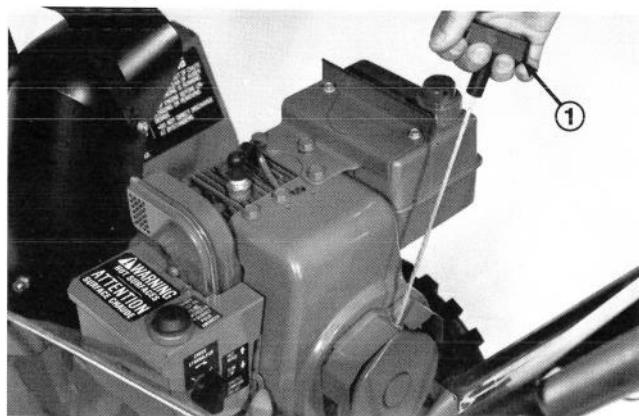

Figure 19
Démarreur à rappel (Fig. 19) — Le démarreur à rappel se trouve à l'arrière du moteur. Il suffit de le tirer pour mettre le moteur en marche.
6. Saisissez la poignée du démarreur à rappel (Fig. 19) et tirez-la lentement jusqu'à ce que vous sentiez une prise ferme. Tirez alors vigoureusement pour mettre le moteur en marche. Retenez fermement la poignée du démarreur et laissez-la revenir lentement.